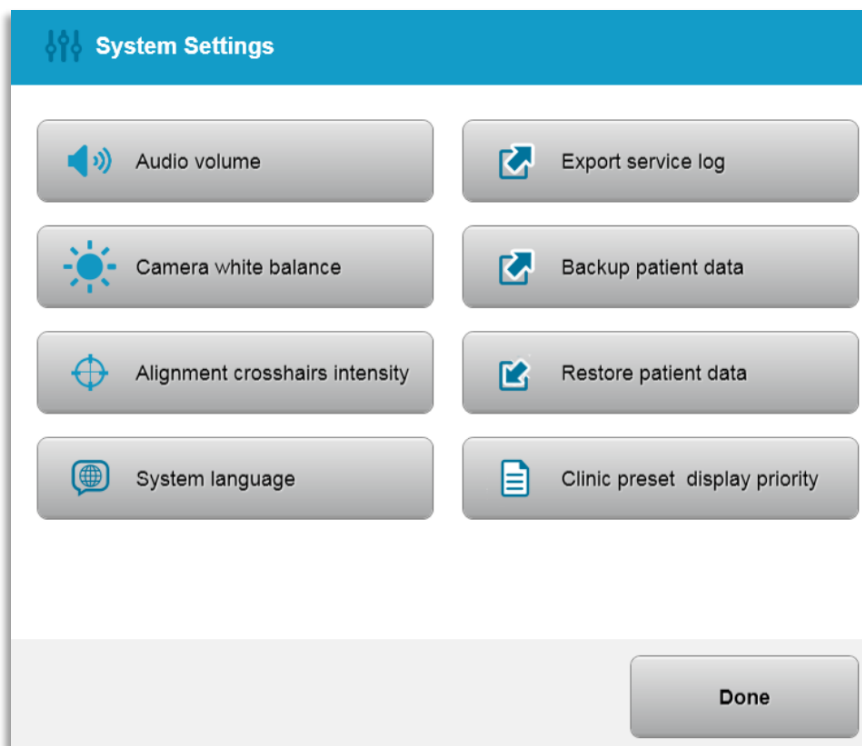

Figura 3-52. Menu Definições de sistema
- Selecione “Definições de sistema” a partir do menu Opções para aceder às Definições de sistema mostradas na figura 3-52.